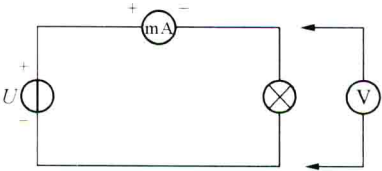

图1-2 小灯泡伏安特性测试接线图
- (6) 按照图 1-2 接线,调节直流稳压电源的输出电压 U ,从 0 V 开始缓慢地增加,一直到 10 V,在表 1-2 中记下相应的电压表和电流表的读数。